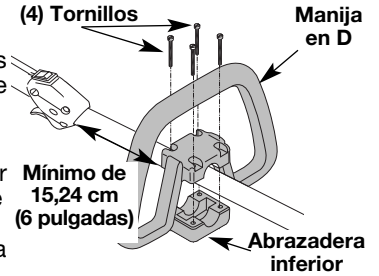

Fig. 1
- Coloque la manija en D por encima del bastidor del eje y sobre la abrazadera inferior (Fig. 1). Colóquela a un mínimo de 15,24 cm (6 pulgadas) desde el extremo del puño del eje.